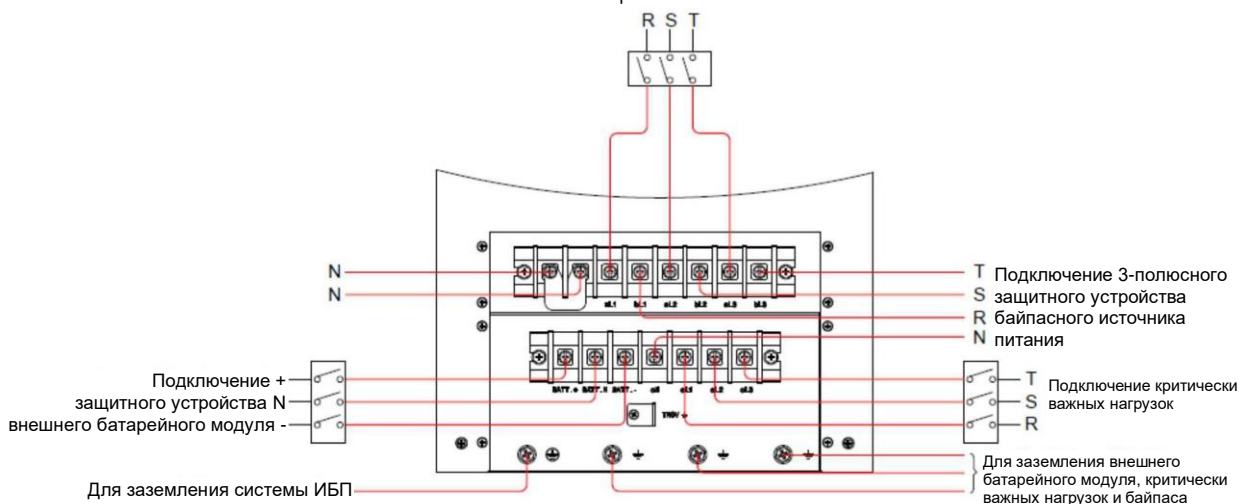

Рисунок 5-10. Схема подключения одного ИБП 20/30/40 кВА к двум линиям питания
3. Подключите кабели главного источника переменного тока, байпасного источника, внешнего батарейного модуля и выходные кабели к клеммному блоку (см. **рис. 5-10**).
На **рис. 5-10** показано, что сеть переменного тока представляет собой систему TN, и между ИБП и сетью переменного тока установлено 3-полюсное устройство защиты от обратного тока. Если сеть переменного тока представляет собой систему TT, установите между ИБП и питающей сетью 4-полюсное защитное устройство.
3. Подключите кабели главного источника переменного тока, байпасного источника, внешнего батарейного модуля и выходные кабели к клеммному блоку (см. **рис. 5-10/5-12**).